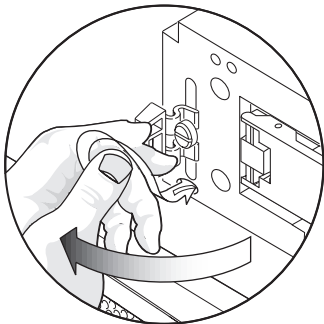

BILD 5-9 Skjut ut bindningen till ena sidan så att huvudet delvis kommer ut
3. Skjut sedan bindningen till ena sidan (se BILD 5-9) så att huvudet delvis kommer ut genom hålet ur chassit.